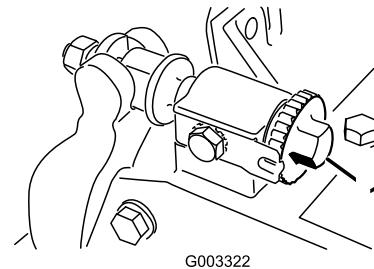
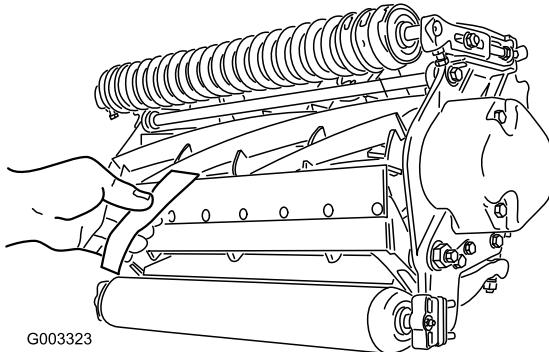

Figure 8
Figure 9
1. Placez la machine sur un sol plat et horizontal. Supprimez le contact avec le cylindre en tournant les vis de réglage de la barre d'appui dans le sens anti-horaire (Figure 8).
3. A une extrémité du cylindre, insérez une bande de papier journal entre le cylindre et la contre-lame (Figure 9). Tout en tournant lentement le cylindre en avant, tournez la vis de réglage de la barre d'appui dans le sens horaire (du même côté du cylindre) (Figure 8), un cran à la fois, jusqu'à ce que le papier soit pincé légèrement lorsque vous l'introduisez par l'avant, parallèle à la contre-lame. Vous devriez sentir une légère résistance lorsque vous tirez sur le papier.
5. Vérifiez ensuite si le cylindre peut saisir le morceau de papier inséré par l'avant et le couper lorsqu'il est inséré perpendiculairement à la contre-lame (Figure 9). Normalement, le papier doit être coupé avec un minimum de contact entre la contre-lame et les lames du cylindre. Si vous sentez un frottement ou un contact excessif du cylindre, vous devez alors roder ou rectifier les lames pour obtenir les tranchants nécessaires à une coupe de précision (voir le Manuel d'affûtage pour tondeuses rotatives et à cylindres Toro, Form No. 80-300PT).